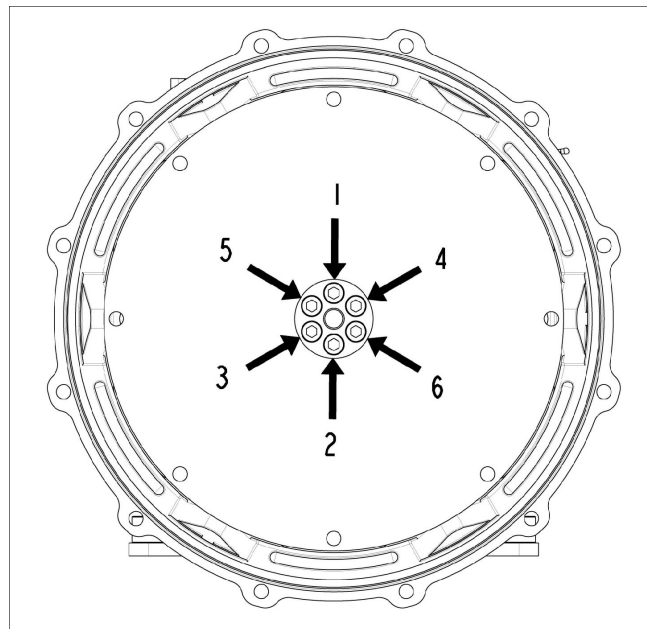

FIGURA 21. SECUENCIA DE FIJACIÓN AL CUBO
4. Si es necesario, apriete los pernos de los discos de acoplamiento en la secuencia que se muestra en Figura 21 en la página 39 . Consulte Capítulo 9 en la página 63 para obtener información sobre el par de apriete.